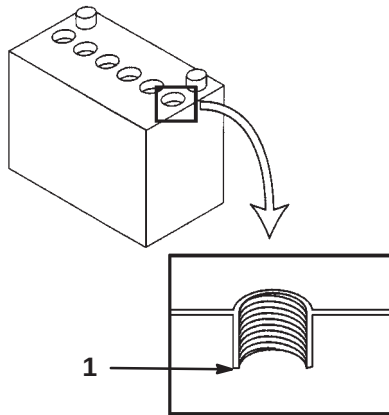

Figure 52
3. Enlevez le couvercle pour regarder dans les éléments. Le niveau de l'électrolyte ne doit pas dépasser la partie inférieure du tube (Fig. 52). Le niveau d'électrolyte ne doit pas descendre au-dessous des plaques.
2. Enlevez le couvercle des éléments (Fig. 52).
3. Versez lentement de l'eau distillée dans chaque élément pour amener le niveau à la partie inférieure du tube (Fig. 52).